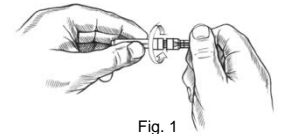

Fig. 1
- Fjern beskyttelseshetten over ventildelen av kanylen: vri og trekk av (Fig. 1).